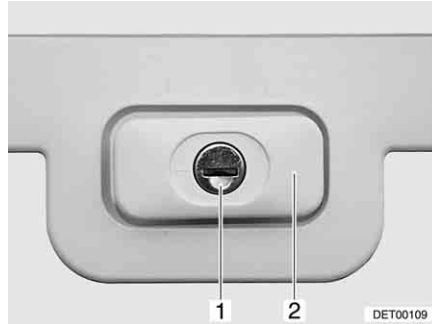

Bild 32 Lucklås, fyrkantigt, låst
- Stick in nyckeln i låscylindern (Bild 32,1) och vrid ett kvarts varv. Låshandtaget (Bild 32,2) frigörs.